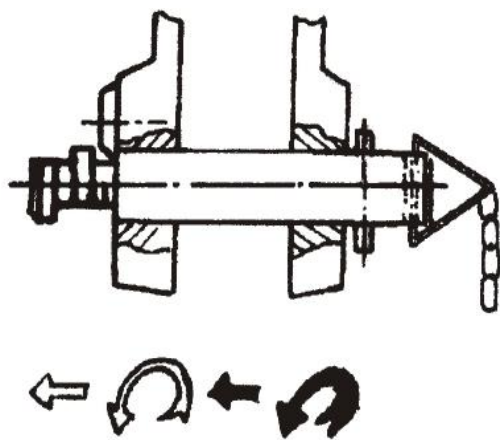

Fig. 2. Gire y empuje el eje fijo dos veces y déjelo entrar en el segundo túnel.
2. Anclaje: El eje fijo se utiliza para anclar el cable alrededor del polipasto. Conecte el cable de acero o la percha con el cable fijo y ate el otro extremo a la carga, mástiles, etc. Hay un túnel de protección contra la relajación en el eje fijo. Cuando se inserta el eje fijo en la caja del polipasto, se debe girar dos veces hacia el segundo túnel hasta que quede firmemente sujeto (Fig. 2).